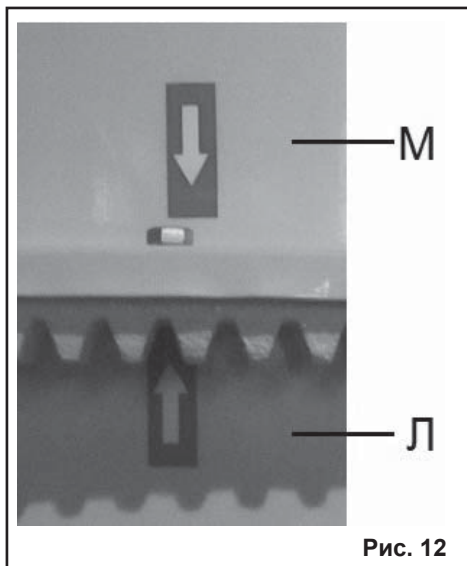

Рис. 12
6.6. Из пакета **F** достаньте крепеж, совместите стрелки верхней части ёмкости с нижней, как показано на Рис. 12. Закрепите ёмкости (Л и М) по периметру десятью болтами М8х16. Закрепите смесительные лопасти (Ж) на верхней ёмкости (М) двумя винтами М10х20 с внешней стороны через отверстия в верхней ёмкости.